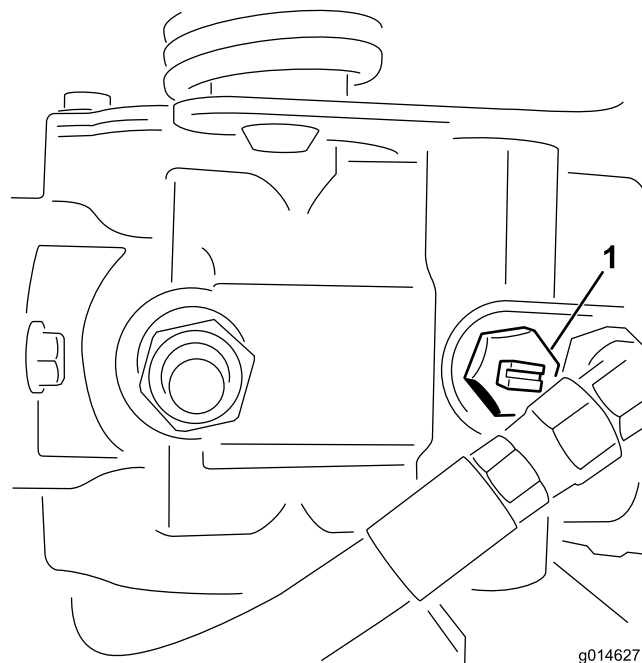

Figura 40
1. Localice la válvula de desvío en la bomba y gírela hasta que la ranura esté en posición vertical (Figura 40).
2. Antes de arrancar el motor, cierre la válvula de desvío girándola hasta que la ranura esté horizontal (Figura 40). No arranque el motor con la válvula abierta.